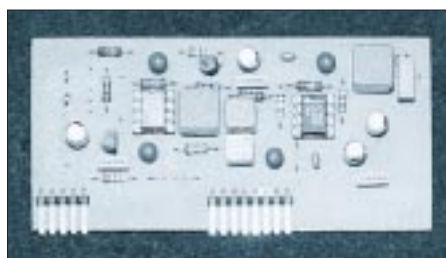

Bild 5: Die Phono-Entzerrer-Verstärker-Karten sind aufsteckbar ausgeführt.
Ein gemeinsames Treiber-Interface zum Synchronlauf beider Schrittmotoren hat sich infolge großer Unterschiede in der Impedanz der Zuleitungen und des Lastmoments nicht bewährt. Ein eigenes Netzteil (s. Bild 5, Teil 2 des Beitrags) ist nur bei einem in der Ausgangsleistung, der Stabilisierung und Siebung beim Ausgang zu gering dimensionierten Netzteil des CB-Funkgeräts notwendig (Stromimpulse bei 2 Schrittmotoren ≈ 1,5 A).
- Eingang 1 wahlweise für line-Pegel oder Phono. Dieser Eingang ist so ausgelegt, daß die Phono-Entzerrer-Verstärker-Karten Phon 5 und Phon 6 (Bild 5) aufgesteckt werden können.